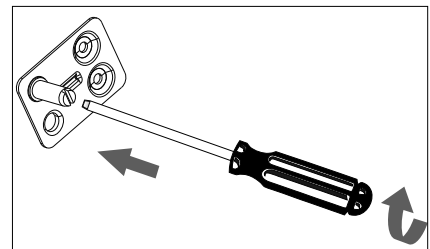

Fig. 7
- ▶ Spostare il perno della cerniera nel foro opposto (fig. 7) e serrarlo a fondo con un cacciavite a taglio.